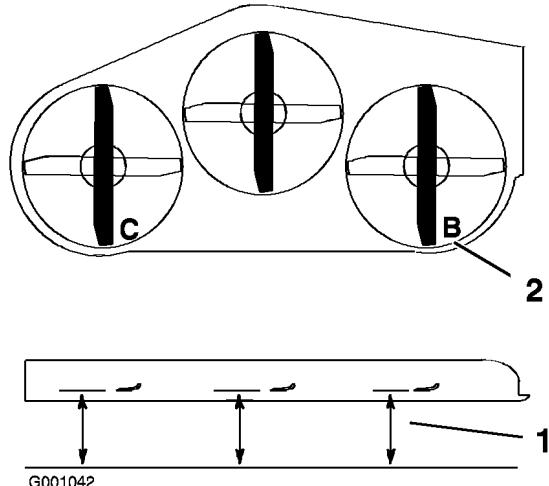

Figura 76
1. Disponete la lama destra in posizione longitudinale (Figura 76).
2. Misurate la lama destra al punto **B** da una superficie piana fino al tagliente della punta della lama (Figura 76).
4. Disponete la lama sinistra in posizione longitudinale (Figura 76).
5. Misurate la lama sinistra al punto **C** (Figura 76), da una superficie piana fino al tagliente della punta della lama.